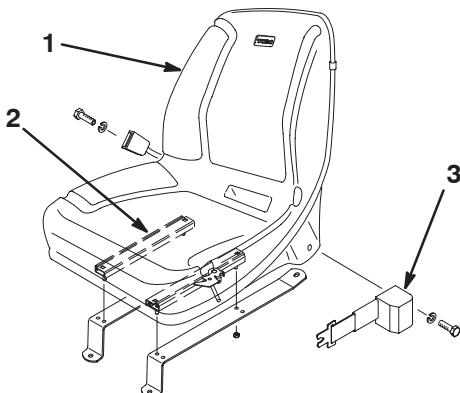

Figure 4
2. Fixez les brides de montage aux dispositifs de réglage du siège avec 4 écrous à collarette (siège standard) ou 4 boulons, rondelles plates et écrous à collarette (siège de luxe) (Fig. 4). La visserie de montage est fournie avec les kits sièges.
3. Fixez la ceinture de sécurité dans les trous situés de part et d'autre du siège avec 2 boulons et rondelles-freins (siège standard) ou 2 boulons et contre-écrous (siège de luxe) (Fig. 4). La visserie de montage est fournie avec les kits sièges.